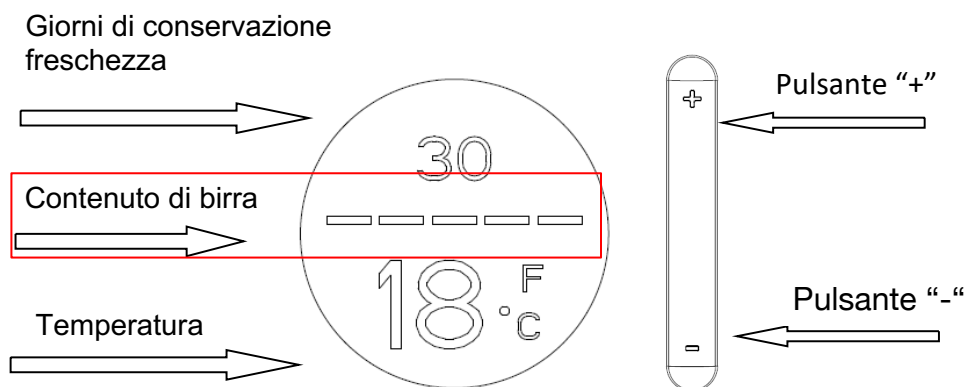

FIGURA 11
14. Funzione del display di visualizzazione (come mostrato in Figura 11)